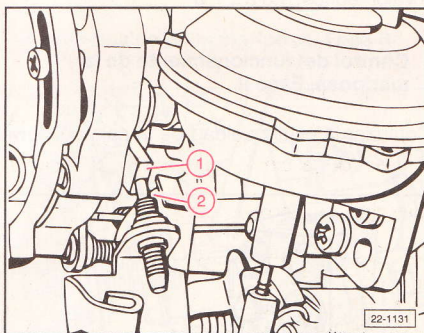

Fig. 2.67
Accionar la mariposa y girar el disco escalonado (1) del sistema de arranque en frío de tal modo que el tornillo de ajuste (2) se encuentre en el escalón más alto del disco (Fig. 2.67).